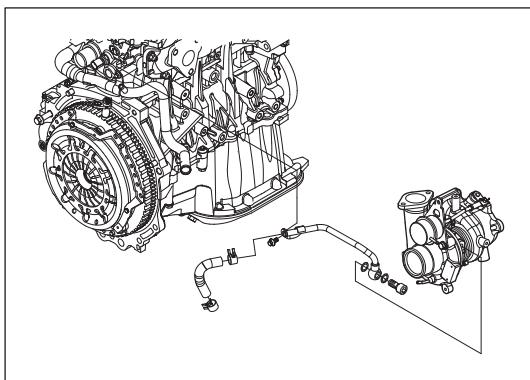

Рис. 7-2-11. Крепление отводящей трубы турбонагнетателя
(9) Установить отводящую трубку на головку блока цилиндров и закрепить с помощью одного фланцевого болта M6×12. Надеть свободный конец отводящего шланга ОЖ турбонагнетателя на отводящую трубку ОЖ и закрепить его стальным хомутом, как показано на рис. 7-2-11.